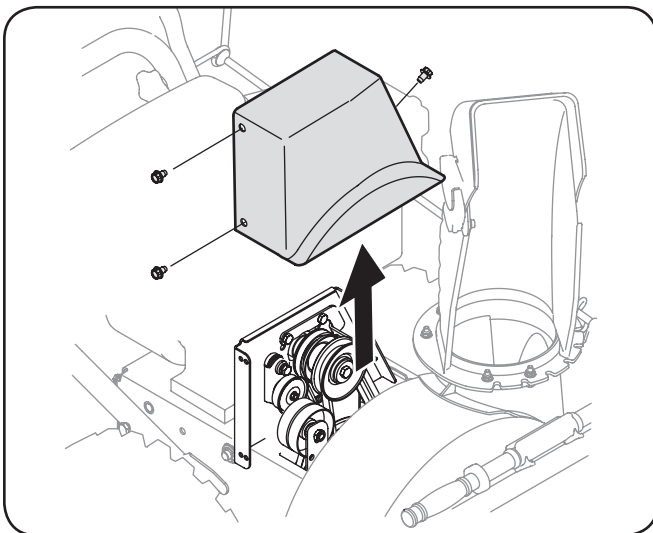

Figura 7-2
3. Saque la cubierta plástica de la correa ubicada en el frente del motor retirando los tres tornillos autorroscantes. Vea la Figura 7-2.